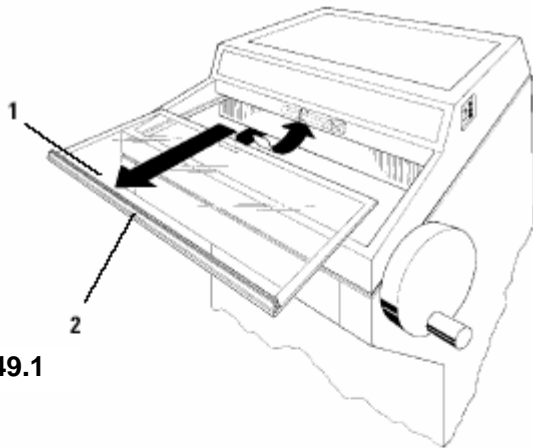

图49.1
- 滑动窗口关闭时稍稍将其抬起，握住提供的把手将其从前方拉出（图49.1）参见“9.3.6更换灯具”。